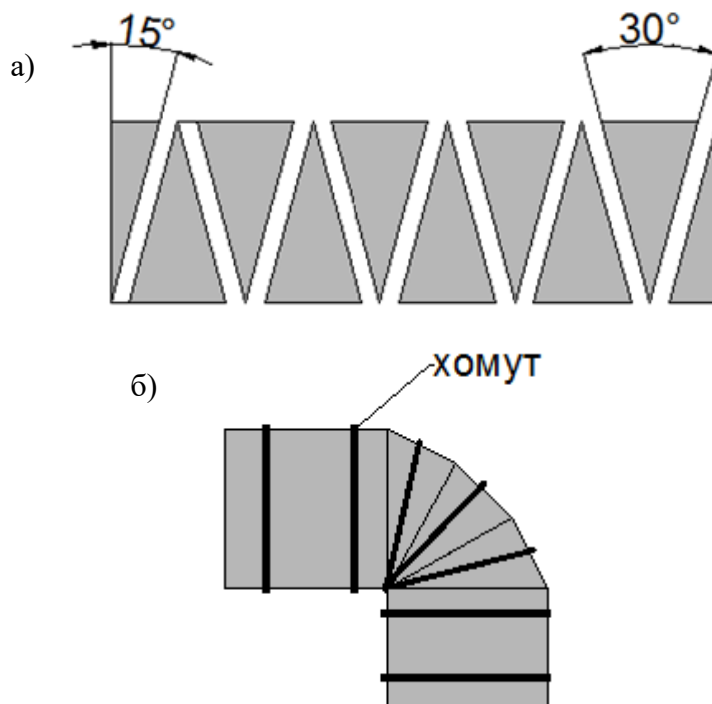

Рис. 2.
- нарезка цилиндра на сегменты с углом  $15^\circ$  или  $30^\circ$  (рекомендуемые углы) при помощи стусла (рис.2а);
Схема готовой изоляции изгиба трубопровода приведена на рис. 2б.